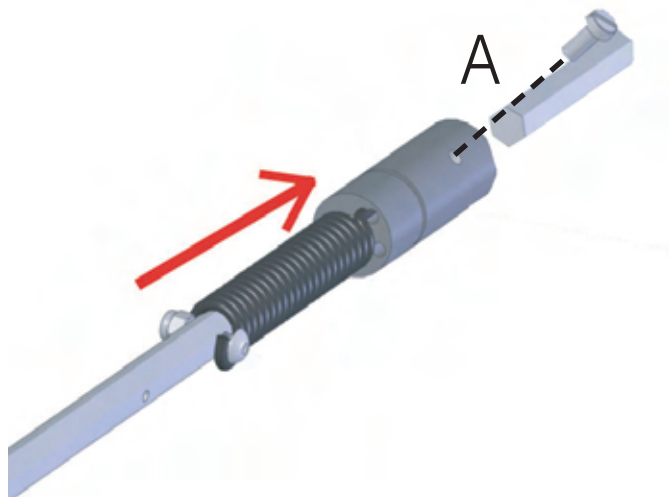

Abb. 14
- 3) Die Achse in das Motorgehäuse einsetzen und die Schraube A festziehen. (Abb. 14)